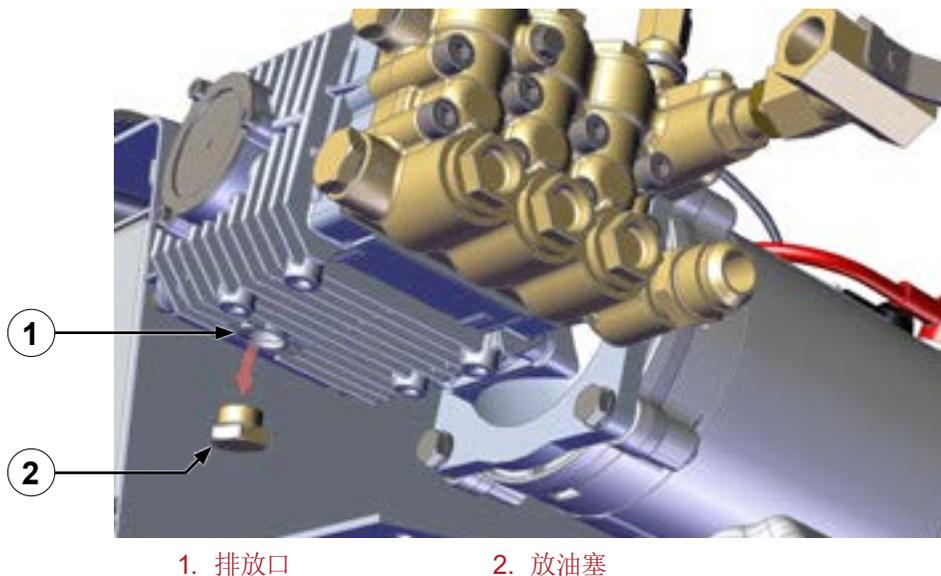

图 45
4. 拧松并取下泵底部的放油塞 (图 45)。
6. 将放油塞安装到泵上 (图 45)。
7. 使用放置在一旁的硬件将泵固定到安装支架上 (图 45)。